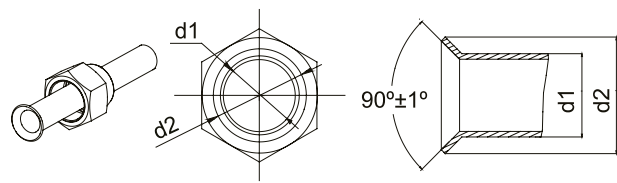

Fig.9
4. Verifique se a parte da flange está espalhada uniformemente e se não existem rachaduras (veja a Fig.9).